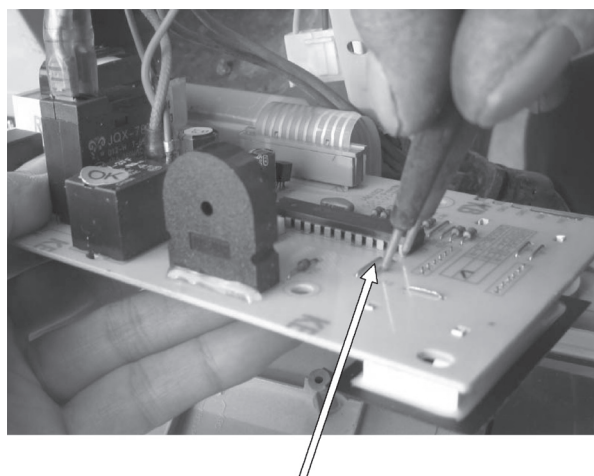

图 4-33 检查⑳脚的对地电压
用万用表测量微处理器②脚对地有 5V 电压正常，如图 4-33 所示。